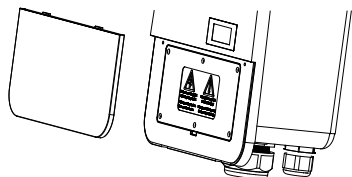

Fig. 5-6 Retirez le couvercle décoratif
1. Ouvrez le couvercle décoratif et le couvercle d'étanchéité comme indiqué sur les figures 5-6 et 5-7.